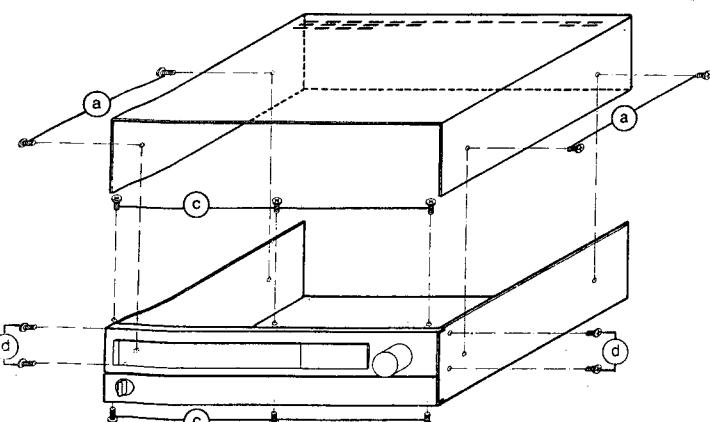

Abb. 1
2. Gehäuseoberteil nach oben abheben (Abb. 1).
1. Die Schrauben **(c)** herausdrehen (Abb. 1).
1. Vier Schrauben **(d)** herausdrehen (Abb. 1).